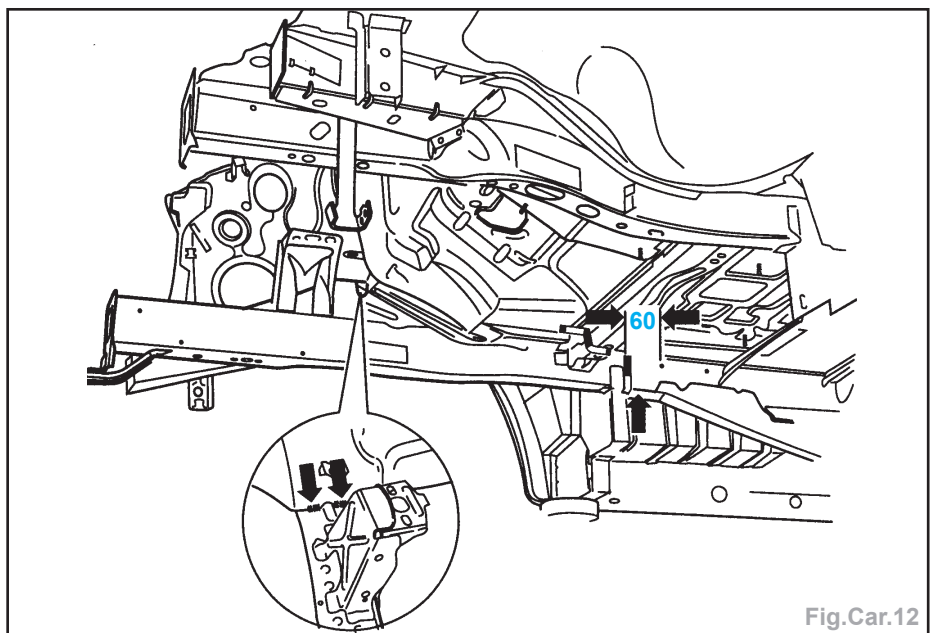

Fig.Car.12
- Tracer la ligne de coupe. En partant du trou, 60 mm vers l'AV (Fig.Car.12).